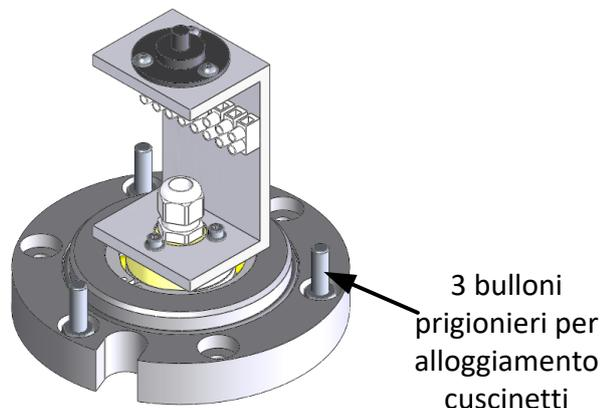

Figura 36. Alloggiamento cuscinetti con bulloni prigionieri installati
- Verificare che i tre bulloni prigionieri dell'alloggiamento cuscinetti siano installati e che i dadi siano stretti per tenerli in posizione (Figura 36).